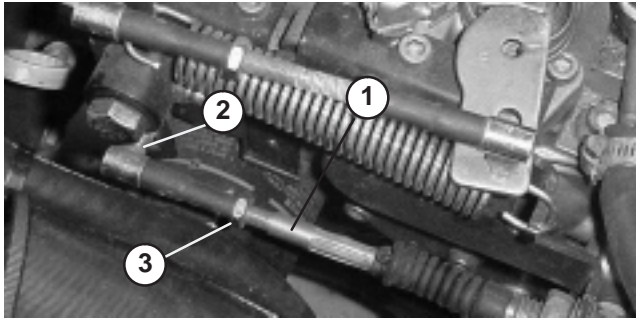
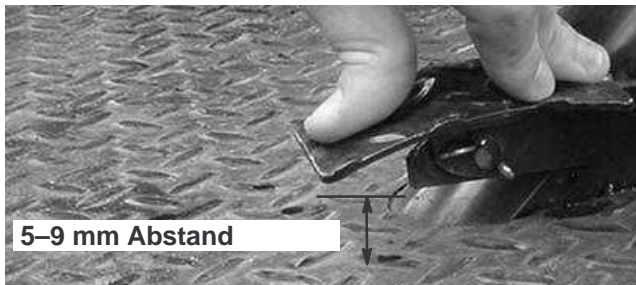

Bild 50
Bild 51
2. Stellen Sie das Kugelgelenk am Bowdenzug (Bild 50) so ein, dass ein Abstand von 5 bis 9 mm zwischen dem Gaspedal und der Oberseite des Bodenplattensternmusters (Bild 51) besteht, wenn Sie eine Kraft von 111 N auf die Mitte des Pedals anwenden. Ziehen Sie die Sicherungsmutter fest.